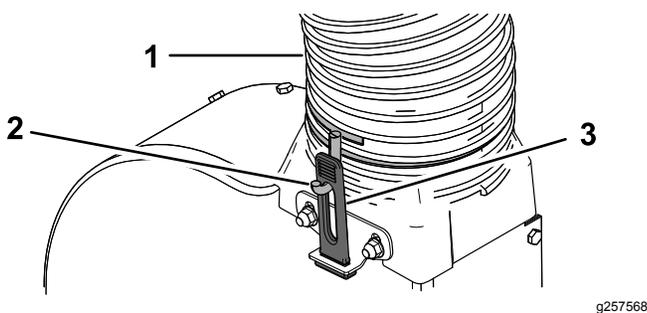

Figure 10
4. Serrez le collier sur l'autre extrémité du nouveau flexible de 2 à 3 tours (Figure 10).